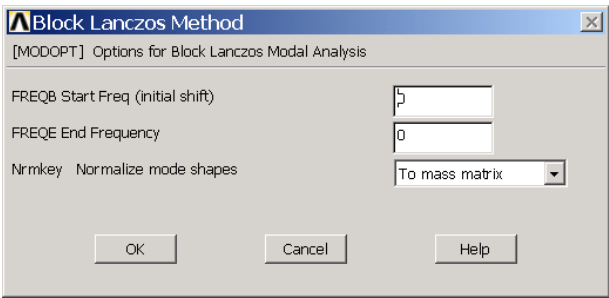

图10.22 设定频率范围
(18) 接着弹出如图 10.22 所示的对话框。该对话框的功能是设定起止频率，此例中保持默认，单击【OK】即可。